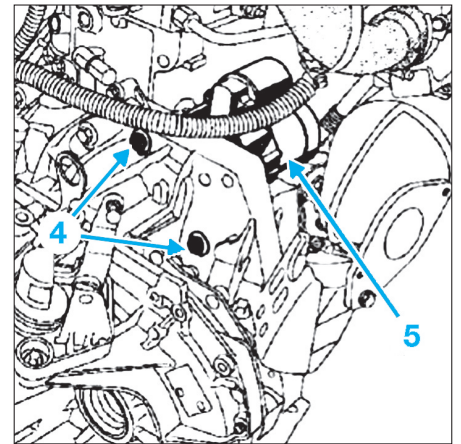

FIG. 7
- la béquille de fixation (2) du catalyseur sur la boîte de vitesses.
- le catalyseur (3).
- Déposer les fixations (4) du démarreur (5), puis celui-ci (Fig.7).